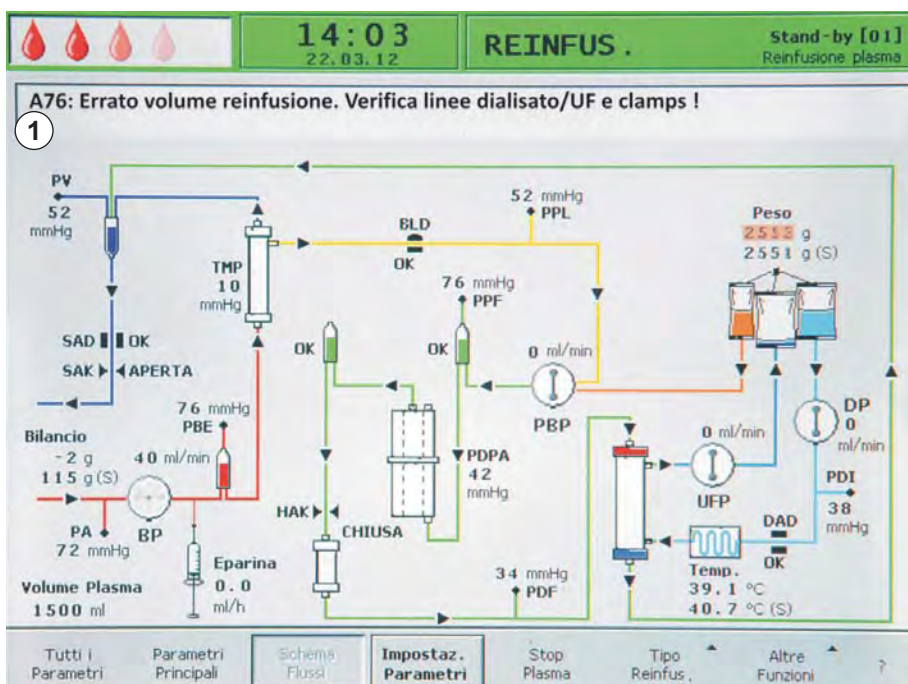

Fig. 10-1 Indicazione dell'allarme nel campo Allarmi/Messaggi
Una situazione di allarme richiede sempre una particolare attenzione e un tempestivo intervento da parte dell'operatore. Gli allarmi vengono visualizzati nel campo Allarmi/Messaggi (Fig. 10-1, ①) e sono accompagnati da un segnale acustico.